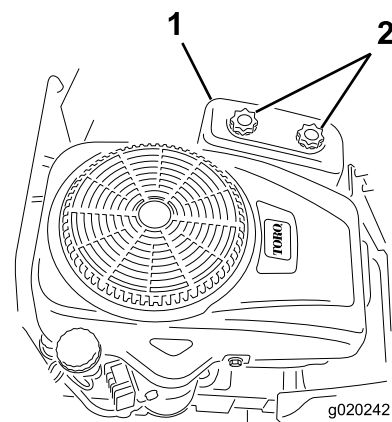

Figura 38
4. Scoateți capacul filtrului de aer prin deurubarea celor 2 butoane (Figura 38).
- Montai capacul filtrului de aer i strângeți cele 2 butoane (Figura 38).